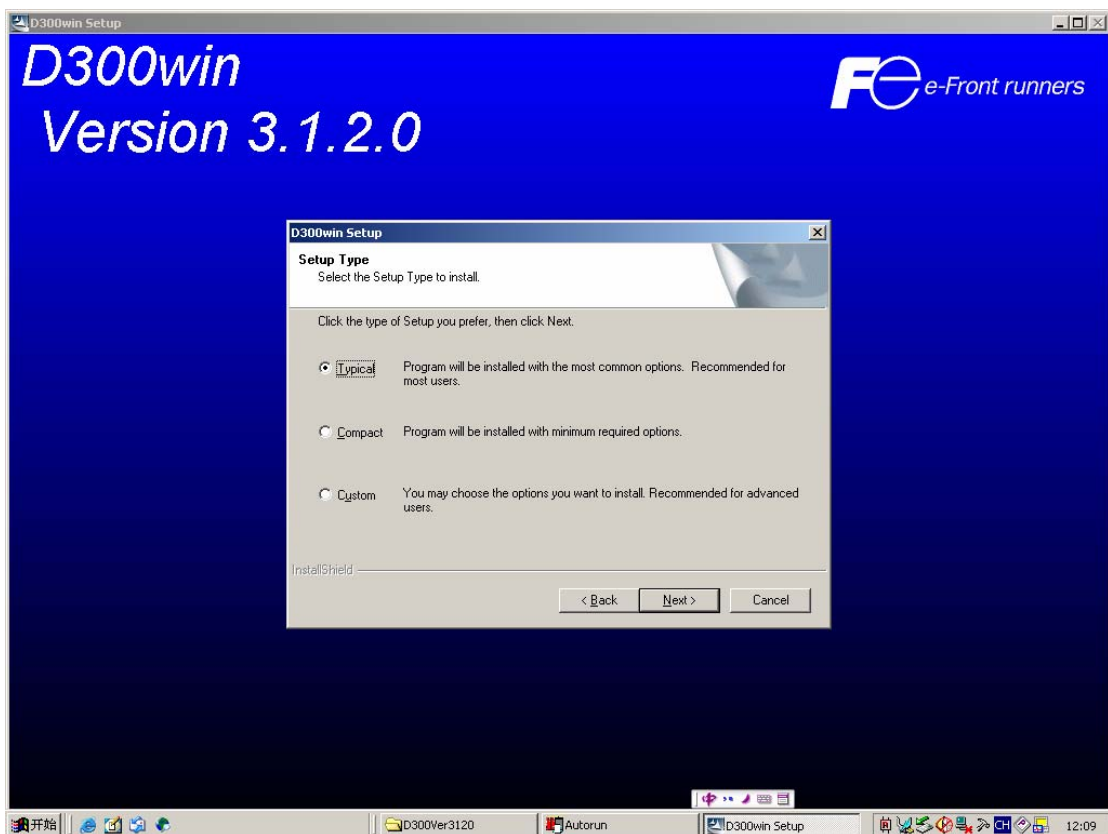

图 1-2
B. 安装时可以选择 3 中方式 (见图 1-2):
(1) Typical—典型安装
(2) Compact—最小空间安装
(3) Custom—可选安装 (模拟器等都可以在其中安装).